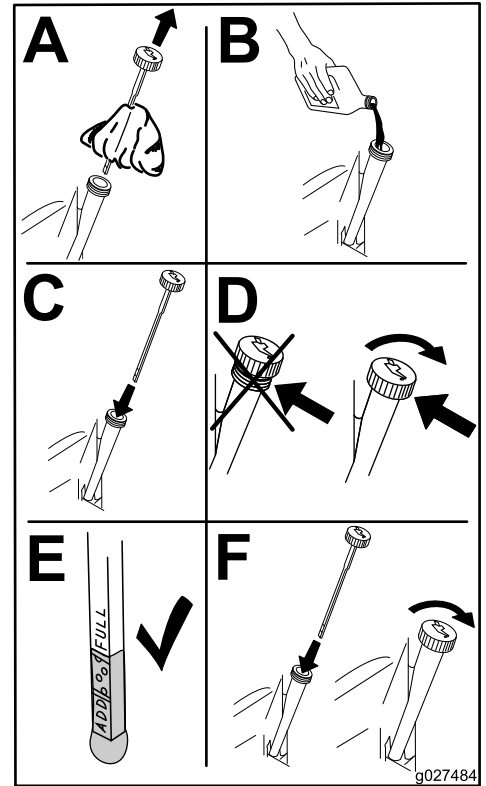

Figura 32
6. Versate lentamente circa l'80% della quantità indicata d'olio nel foro di rifornimento (Figura 32).
7. Controllate il livello dell'olio; vedere Figura 32.